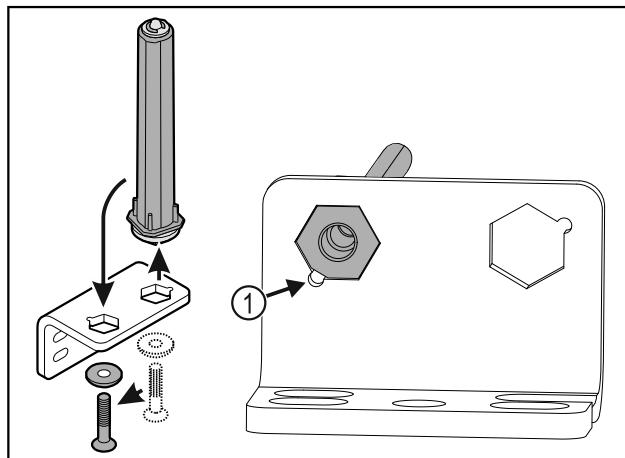

Fig. 34
- ▶ Atkreipkite dėmesj i tai, kad įstatant nuožulni kaiščio pusē Fig. 34 (1) nukreipta į apvalią skylę.